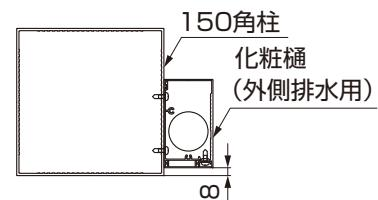

図11-96
②化粧樋（意匠部）の排水側に92°エルボ用の穴加工をし、化粧樋（ベース部）にはめ込み（図11-96参照）、裏面を【9-1】で固定してください。
③化粧樋（カバー部）を化粧樋（ベース部）にはめ込んでください。